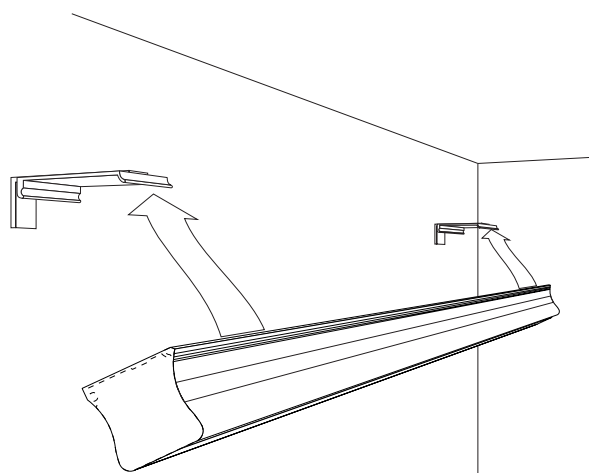

Rys.5 Mocowanie uchwytów ściennych ekranu
- Przymocuj ścienne uchwyty kołkami montażowymi do ściany kołkami montażowymi (patrz rys.5).